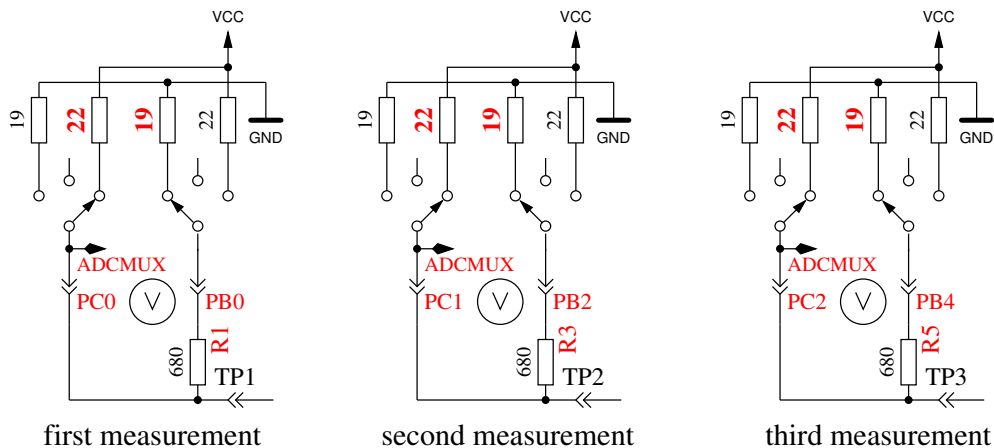

Abbildung 4.25: Messung des Innenwiderstandes des auf VCC geschalteten Port C Ausgängen.
8. **Messung des Innenwiderstandes von auf VCC geschalteten Port Ausgängen.** Der benötigte Strom wird von auf GND geschalteten  $680\Omega$  Widerständen geliefert. Der Text in der ersten LCD Zeile ist „Ri.Hi= (mV)“. In der zweiten Zeile des LCDs werden drei Spannungswerte angezeigt als Differenz zu VCC. Es ist die gleiche Messung wie die in Test 7 zur anderen Seite, wie in Abbildung 4.25 gezeigt wird. Mit folgenden Schritten können Sie den Innenwiderstand berechnen: Um den Strom zu berechnen:  $(5001 - (\text{Ergebnis von Test 7}) - (\text{Ergebnis von Test 8})) / 680$ . Sie können beide Widerstandswerte erhalten, indem Sie die jeweilige Spannung (Ergebnisse von Test 7 oder Test 8) durch diesen Strom dividieren.